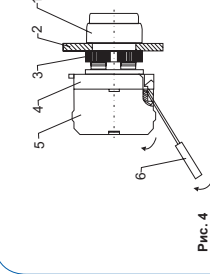

Рис. 4
- 1) С помощью плоской отвертки следует приподнять подвижную защелку контактного элемента, а затем оттянуть контакт от промежуточного корпуса (рис. 4)